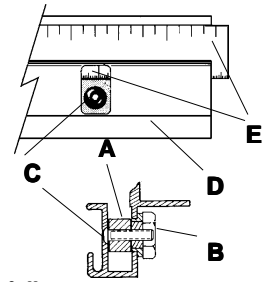

Figure 8
J. See **Figure 8**. Lay a long straight edge on the **SQUARING EDGE BARS (A)** of both the **LEFT** and **RIGHT SUPPORTS**. Rotate the **ECCENTRIC NUT (B)** behind the **BUTTON HEAD SCREW (C)** in the **RIGHT SUPPORT (D)**. This will raise or lower the **RIGHT SQUARING EDGE BAR**. Raise it until the **SQUARING EDGE BAR** and straight edge **(E)** touch. You can observe this through the cut out where you see the button head screw. Tighten the **BUTTON HEAD SCREW** while holding the **ECCENTRIC NUT** so it can not turn.
J. Siehe **Abbildung 8**. Legen Sie ein langes Lineal auf die **Winkelleisten (A)** der **rechten** und **linken Halterungen**. Drehen Sie die **Exzentrikmutter (B)** hinter der **Halbrundkopfschraube (C)** in die **rechte Halterung (D)**. Jetzt kann die **rechte Winkelleiste** nach oben oder unten bewegt werden. Bewegen Sie die **Winkelleiste** nach oben, bis sie das Lineal **(E)** berührt. Sie können dieses durch den Ausschnitt beobachten, wo Sie die **Halbrundkopfschraube** sehen können. Halten Sie die **Exzentrikmutter** fest und ziehen Sie die **Halbrundkopfschraube** fest an.
J. Référez-vous à la Figure 8. Placez une longue règle de précision sur les **BARRES DE BORD D'ÉQUARRISSAGE (A)** des **SUPPORTS DROIT ET GAUCHE**. Faites tourner l'**ÉCROU EXCENTRIQUE (B)** derrière le **BOULON À TÊTE DEMI ARRONDIE (C)** situé dans le **SUPPORT DROIT (D)**. Ceci fera monter ou descendre la **BARRE DE BORD D'ÉQUARRISSAGE DROITE**. Soulevez-la jusqu'à ce que la **BARRE DU BORD D'ÉQUARRISSAGE** et la règle **(E)** se touchent. Serrez la **VIS À TÊTE DEMI ARRONDIE** tout en tenant l'**ÉCROU EXCENTRIQUE** de manière à ce qu'il ne tourne pas.